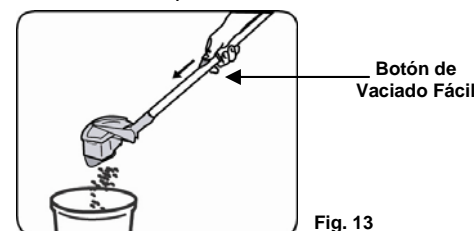

Fig. 13
- Levante el recipiente de la tierra, que está conectado al mango. Sosténgalo sobre un cesto de basura y presione el botón para vaciarlo ubicado en el mango. (Fig. 13)